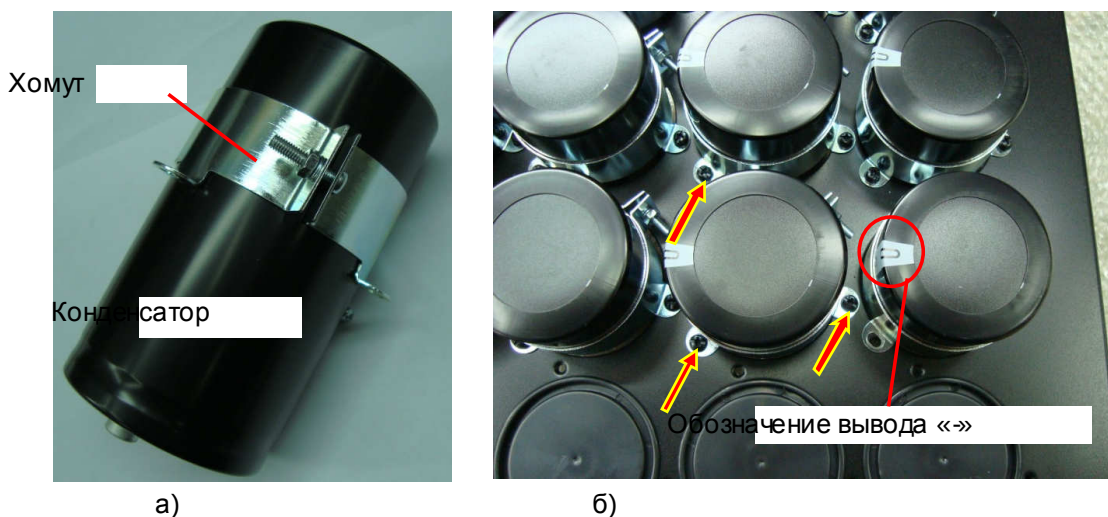

Рис. 7.16.
7.11.2.1. Неплотно закрепить хомуты на конденсаторах на необходимом расстоянии от края, не затягивая гайки (рис. 7.16а).
7.11.2.2. Вставить конденсаторы с хомутами в отверстия блока конденсаторов, соблюдая ориентацию вывода «-». Закрепить каждый хомут тремя винтами (рис. 7.16б, красные стрелки).